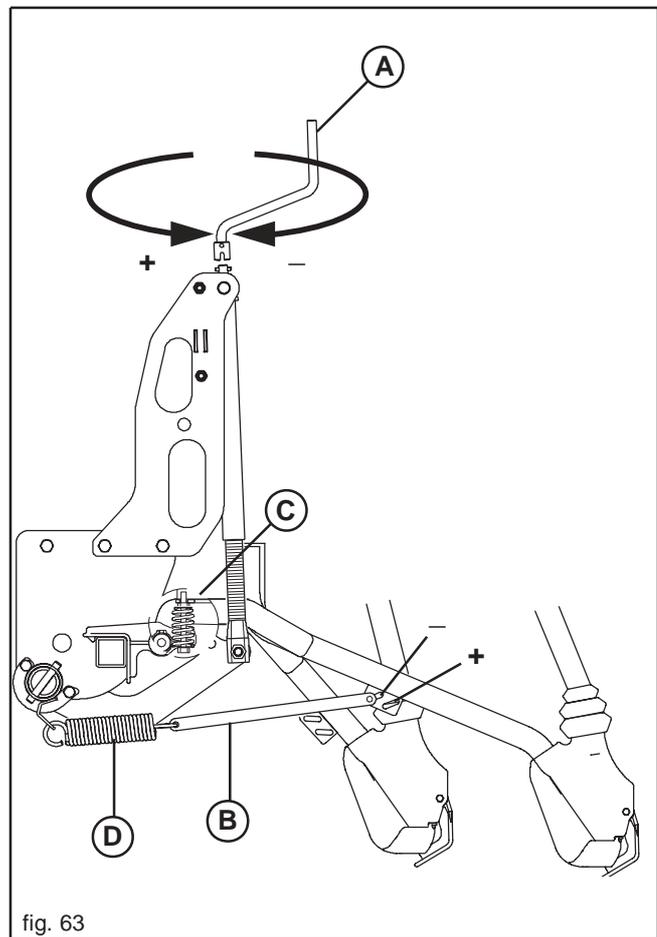
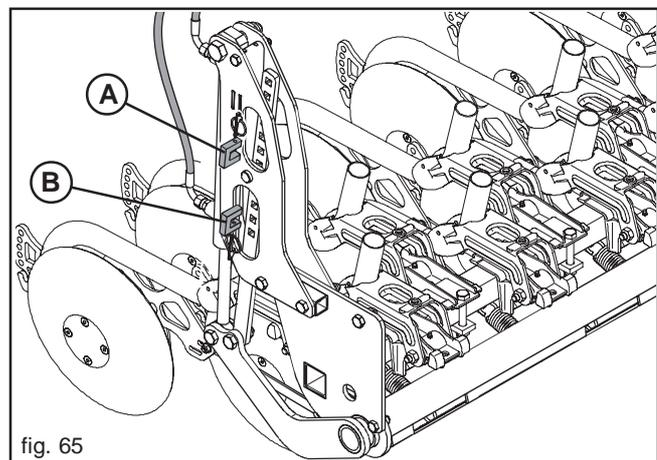

fig. 63
fig. 65
Die Aussaatiefe wird mit einer Kurbel gleichzeitig für alle Scharren eingestellt. Beim Drehen dieser Kurbel (A, Abb. 63) im Uhrzeigerrichtung üben die Scharren mittels der Zugfedern einen größeren Druck auf den Boden aus und das Saatgut fällt automatisch tiefer in den Boden.
Nur mit Stiefelscharenreißern ist als Zubehör eine Feder (C, Abb. 63) verfügbar, die das Gewicht des einzelnen komplett entlasteten Federelements (D) annulliert. Dadurch wird eine oberflächliche Saatgutsstreuung ermöglicht.
Auf Antrag kann die errichtende Maßeinheit mit hydraulischer Regelung des Drucks der Furche Öffner ausgerüstet werden (Fig. 65). Diese Vorrichtung wird anstatt der manuellen Einstellerschrauben (Fig. 63) gepaßt und angeschlossen durch die speziellen hydraulischen Schläuche an den Traktorverteiler (doppelter Effekt). Die Vorrichtung wird bearbeitet, indem man den Hebel des Traktorverteilers verschiebt.
Die Blöcke (A-B, Abb. 65) begrenzen jeweils des Höchst- und Mindestdruck der Säscharenreißer und dienen als Endanschlag des ölhydraulischen Zylinders.